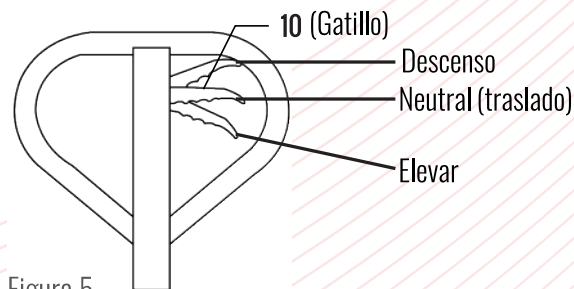

Figura 5
4.1 Una vez que el rodacarga manual ha sido ensamblado, trate de manipular la palanca y opere en diferentes posiciones el gatillo de la manija de control 10 para examinar la elevación, la posición neutral y descenso y verifique si cualquiera de las posiciones es normal o no, observe figura 5.
5.3 Observe la figura 5, cuando el gatillo 10 este colocado en la posición de elevar, el rodacarga estará en un estado de elevación, en este momento si usted mueve hacia arriba y abajo la palanca el rodacarga se elevará.
5.4 Observe la figura 5, cuando el gatillo 10 este colocado en una posición neutral, el rodacarga se podrá mover, en este momento si usted mueve la palanca hacia arriba y abajo el rodacarga no se elevará ni descenderá. Entonces usted podrá mover la carga.
5.5 Observe la figura 5, cuando el gatillo 10 este colocado en la posición de descenso, las horquillas del rodacarga descenderán, en este momento las horquillas descenderán automáticamente.